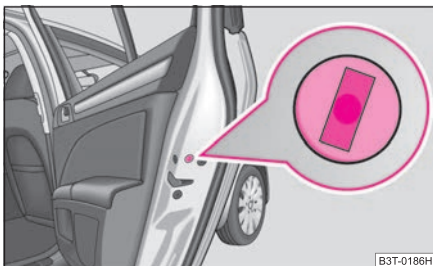

Abb. 28 Hintere Tür: Notverriegelung der Tür
- Bauen Sie die Blende ab ⇒ Abb. 28.